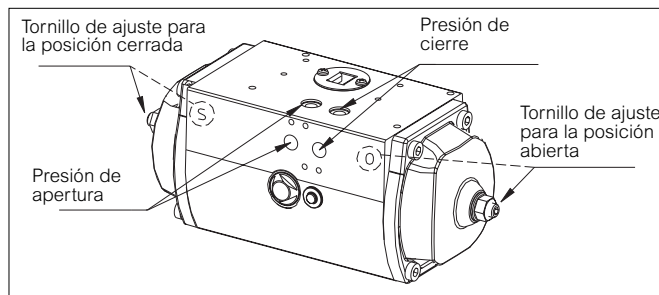

Fig. 19. Conexiones del actuador
- La posición abierta y cerrada del actuador se pueden identificar bien con aire comprimido, ver Fig. 19, o bien comprobando la posición del puntero en el extremo del eje motor. El actuador está cerrado si el puntero en la placa de acoplamiento es transversal a la dirección del eje principal del actuador.
Siga las instrucciones de la Sección 6.6.4. Véase también la Fig. 19.
Siga las instrucciones de la Sección 6.6.6. Véase también la Fig. 19.
Siga las instrucciones de la Sección 6.6.7. Véase también la Fig. 19.